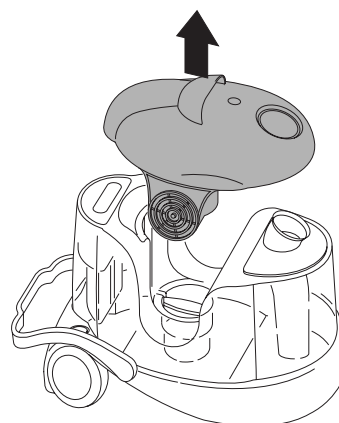

fig. 2
- Scoateți capacul motorului **C** (fig.2)